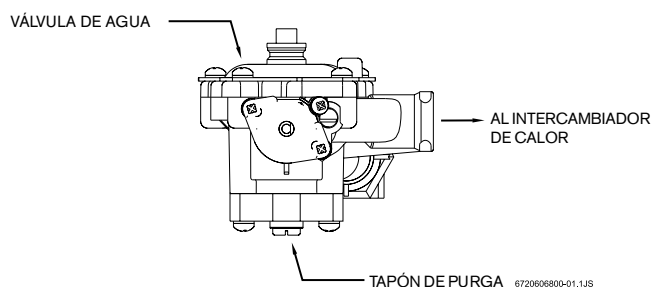

Fig. 1 - Tapón de purga del calentador de agua
**Purgue completamente el calentador si se prevé que se van a alcanzar temperaturas de congelación en el lugar donde está instalado. Para ello, retire del calentador las conexiones de entrada y salida de agua (retire el conducto flexible de salida del punto donde se conecta con el intercambiador de calor de cobre). Retire además el tapón de purga situado debajo de la válvula del agua. Véase la Fig. 1.**